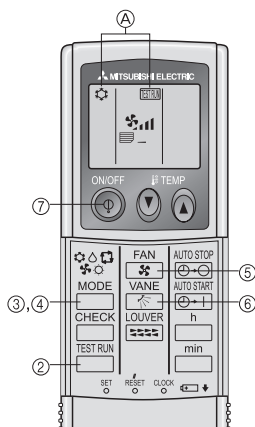

Fig. 6-2
6.2.2. Με ασύρματο τηλεχειριστήριο (Fig. 6-2)